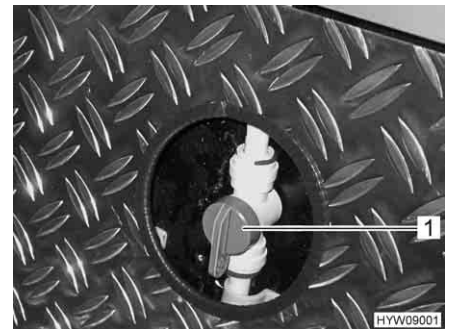

Fig. 122 Valvola di mandata (riscaldamento garage di coda)
- Collocare la maniglia (Fig. 122,1) sulla valvola di mandata per il riscaldamento garage di coda in posizione parallela rispetto alla tubatura del riscaldamento. Il riscaldamento garage di coda sarà al massimo.
- Collocare la maniglia (Fig. 122,1) sulla valvola di mandata per il riscaldamento garage di coda nella posizione desiderata. In questo modo la distribuzione dell'acqua calda verso il garage di coda può essere regolata in modo continuo.
- Collocare la maniglia (Fig. 122,1) sulla valvola di mandata per il riscaldamento garage di coda trasversalmente rispetto alla tubatura del riscaldamento. Il riscaldamento garage di coda viene quindi spento.